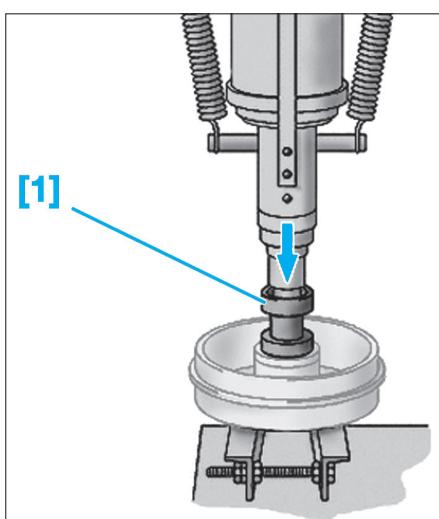
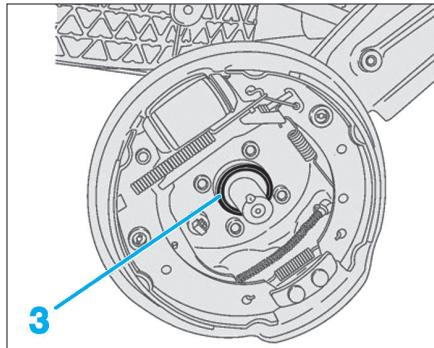

Fig. 70
Fig. 73
- Mettre en place le joint de moyeu neuf (3) fourni dans le kit roulement (Fig.73).
**!** Les roulements de moyeu arrière de marque SKF ne sont pas étanches, la présence de la cuvette d'appui (2) et du joint de moyeu arrière (3) est impérative.
- Extraire le roulement de moyeu arrière, à l'aide d'une presse et de l'outil [1] (Fig.70).